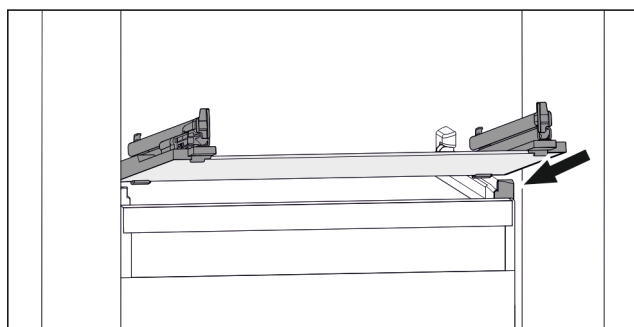

Fig. 73 Eksempel på fremstilling av glassplaten
- Sett glassplaten på skrå bak stopperne. (se Fig. 73)